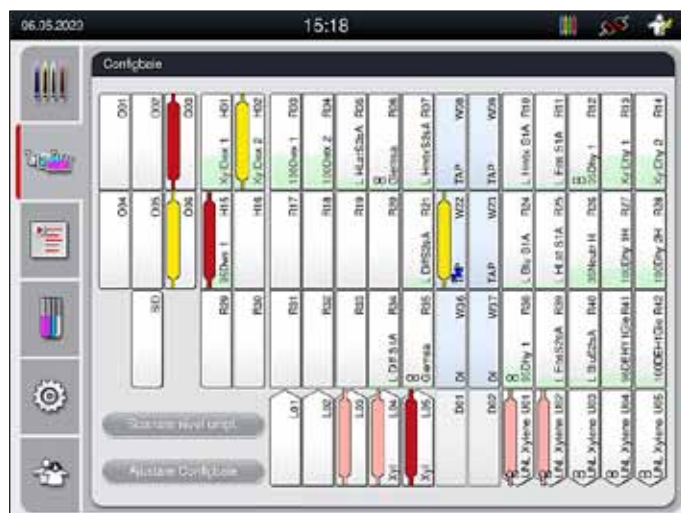

Fig. 85
8. Culoarea detectată a cadrului și prescurtarea atribuită programului vor fi afișate în configurația de ocupare a băii la stația respectivă (→ "Fig. 85").
- Configbaie cu detalii stație (→ "Fig. 85").
- În afișarea stării procesului, disponibilitatea și numărul selectat de stații de descărcare diferite nu sunt vizibile pentru utilizator. Se recomandă utilizarea meniului Configbaie pentru monitorizarea procesului (→ "Fig. 85") atunci când se utilizează diferiți reactivi în stațiile de descărcare, pentru a putea reacționa din timp atunci când capacitatea de descărcare este atinsă.